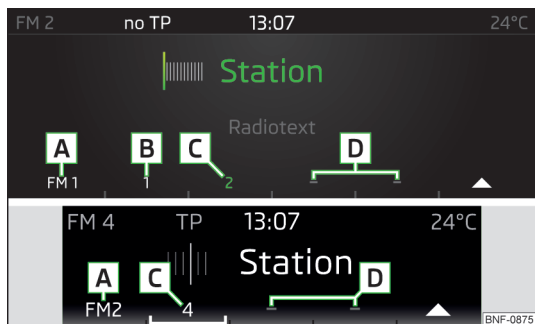

Fig. 102
- Vælg hukommelsesgruppen med funktionsknappen  » Fig. 102, og hold den ønskede stationsknap inde for at **gemme stationen**.
Stationsknapper til foretrukne stationer » Fig. 102